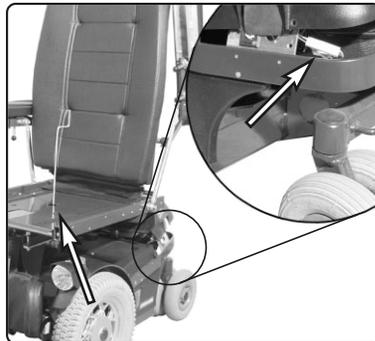
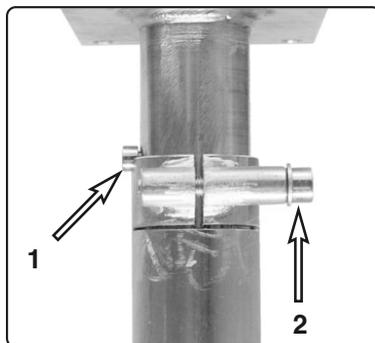

Abb. 56. Manuelles Hochfahren/Senken des Sitzes
Abb. 57. Manuelle Sitzhöhenverstellung
Fahren Sie den Sitz in die höchste Stellung aus. Wenn die Batterien entladen sind, muß der Sitz manuell hochgekurbelt werden. Locker die Abdeckplatte (hinten) und koppel den Kabel vom Sitzlift ab. Nehmen Sie dazu das Sitzpolster und den Kunststoffpfropfen in der Mitte der Sitzplatte ab und kurbeln Sie den Sitz mit der mitge lieferten Kurbel hoch, siehe Abb. 56.
Lösen Sie die Schraube an der Sitzrohrklammer, siehe Abb. 57:2. Nehmen Sie das Sitzpolster und den Kunststoffpfropfen in der Mitte der Sitzplatte ab und kurbeln Sie den Sitz mit der mitge lieferten Kurbel hoch, siehe Abb. 56.
7. Setzen Sie zwei neue Batterien ein. Die Batteriepole müssen sich hinten befinden, siehe Abb. 57.
9. Sitzliftkabel wieder anschliessen (Abb. 56)